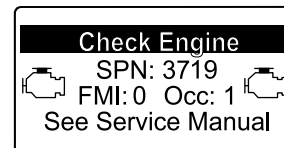

Figura 58
- Se è necessaria una rigenerazione di recupero, viene visualizzata un'avvertenza motore nell'InfoCenter SPN 3719, FMI 16 (Figura 58) e il computer riduce la potenza del motore all'85%.